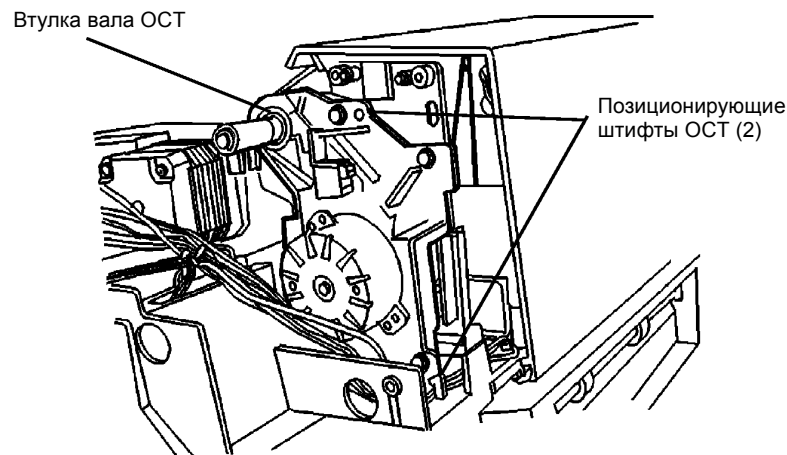

Рисунок 2 Установка кронштейна двигателя вывода копий ADF/DADF
**ПРИМЕЧАНИЕ:** При установке кронштейна двигателя вывода копий убедитесь, что кронштейн правильно посажен на позиционирующие штифты (Рисунок 2).